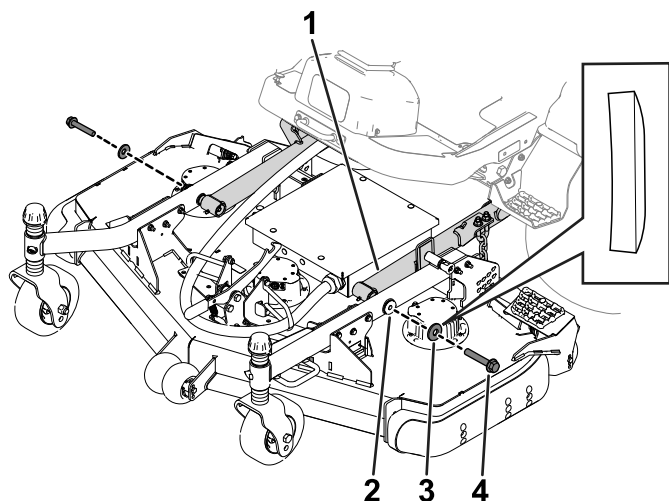

Figura 3
4. Utilizați 2 uruburi cu cap hexagonal și 2 aibe pentru a fixa braele rolor pe braele de ridicare (Figura 3).
Asigurați-vă că aibe sunt poziționate cu partea curbată lângă capul urubului (Figura 3).